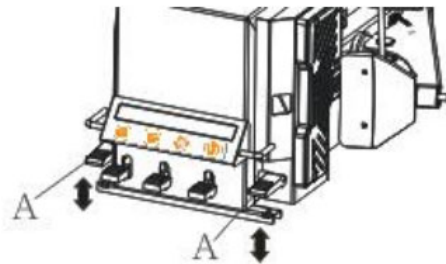

Abb.19
- Drücken Sie das Pedal A (siehe Abb.19), damit sich der Drehtisch im Uhrzeigersinn dreht, bis der Rand des Reifens abfällt.
- *Wenn der Demontagevorgang unterbrochen wird, stoppen Sie den Drehtisch, heben Sie das Pedal A (siehe Abb.19) und lassen Sie den Drehtisch gegen den Uhrzeigersinn drehen.*